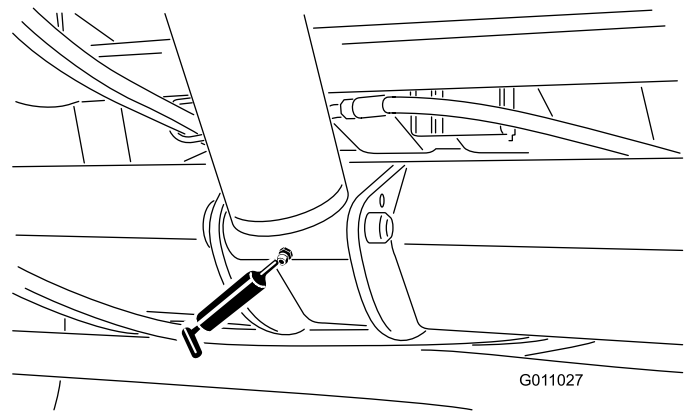

Figura 34
- Cilindro de elevación (2) (Figura 34).